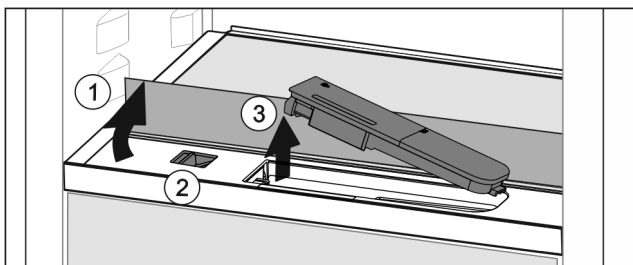

Fig. 46
- ▶ Soulever la tablette et la rabattre vers l'arrière jusqu'à la butée Fig. 46 (1).
- ▶ Pousser le curseur Fig. 46 (2) vers la gauche.
- ▶ Sortir le filtre à eau Fig. 46 (3).